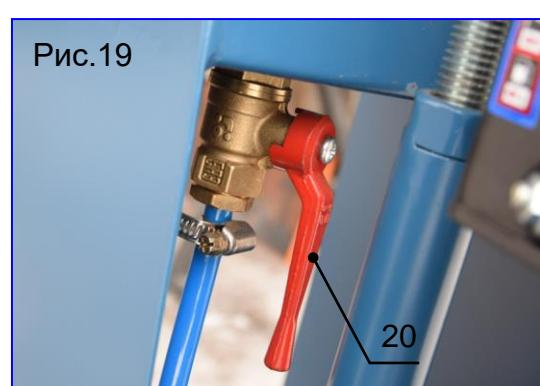

Рис.19
3) Откройте кран (поз.20, рис.19) подачи воды.